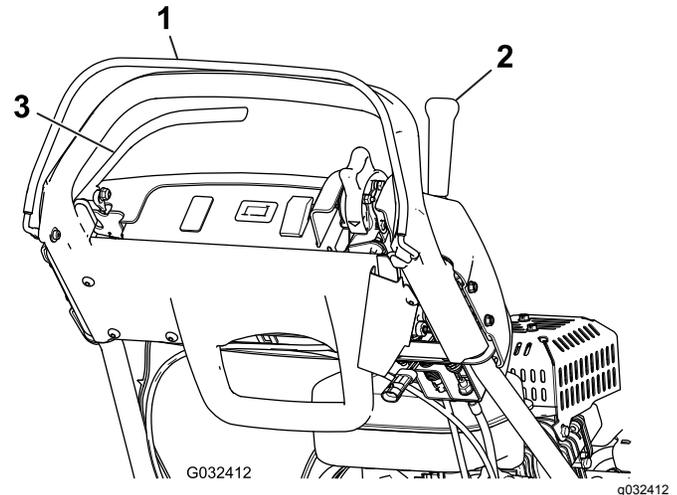

Figura 29
3. Con el CPO quitado, intente engranar la palanca de tracción (Figura 29). La palanca de tracción **no debe** engranarse. Si la palanca de tracción se engrana, es necesario ajustar el sistema de interruptores de seguridad. Corrija el problema antes de usar la máquina; consulte Mantenimiento del interruptor de seguridad de la tracción (página 34).
4. Con el CPO apretado y la palanca de tracción engranada, suelte el CPO (Figura 29). La palanca de tracción **debe** desengranarse. Si la palanca de tracción no se desengrana, es necesario ajustar el sistema de interruptores de seguridad. Corrija el problema antes de usar la máquina; consulte Mantenimiento del interruptor de seguridad de la tracción (página 34).
5. Con el CPO apretado y la palanca de cambios hacia la izquierda, engrane la tracción y el molinete, y suelte el CPO (Figura 29). La palanca de tracción **debe** desengranarse. Si la palanca de tracción no se desengrana, es necesario ajustar el sistema de interruptores de seguridad. Corrija el problema antes de usar la máquina; consulte Mantenimiento del interruptor de seguridad de la tracción (página 34) o Mantenimiento del interruptor de seguridad de la tracción (página 34).
6. Con el CPO presionado y la palanca de cambios hacia la izquierda para engranar la tracción y el molinete, mueva la palanca de cambios a la derecha para desengranar la transmisión del molinete (Figura 29). La transmisión del molinete **debe** desengranarse. Si la transmisión del molinete no se desengrana, es necesario ajustar el sistema de interruptores de seguridad. Corrija el problema antes de usar la máquina;
2. Con el CPO apretado, la palanca de tracción engranada y los controles del motor en la posición de arranque (Figura 29), intente arrancar el motor. El motor **no debe** arrancar. Si el motor arranca, es necesario ajustar el interruptor de seguridad. Corrija el problema antes de usar la máquina; consulte Mantenimiento del interruptor de seguridad de la tracción \(página 34\).
2. Con la palanca de tracción desengranada, el freno de servicio puesto y los controles del motor en la posición de arranque (Figura 29), intente arrancar el motor. El motor **debe** arrancar. Si el motor no arranca, es necesario ajustar el interruptor de seguridad. Corrija el problema antes de usar la máquina; consulte Mantenimiento del interruptor de seguridad del freno \(página 35\).
3. Con el motor en marcha, ponga el freno de servicio (no seguro del freno de estacionamiento), apriete el CPO y engrane la palanca de tracción (Figura 29). El motor debe trabajar para superar el efecto del freno, pero no debe pararse. Si el motor se para inmediatamente, es necesario ajustar el interruptor de seguridad. Corrija el problema antes de usar la máquina; consulte Mantenimiento del interruptor de seguridad del freno \(página 35\).
4. Con el motor en marcha, ponga el seguro del freno de estacionamiento, apriete el CPO y engrane la palanca de tracción (Figura 29). El motor **debe** apagarse. Si el motor no se para, es necesario ajustar el interruptor de seguridad. Corrija el problema antes de usar la máquina; consulte Mantenimiento del interruptor de seguridad del freno \(página 35\).